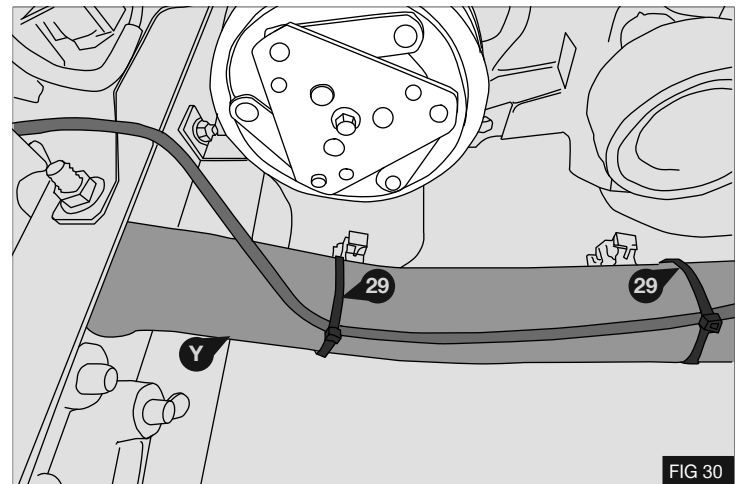

FIG 30
- Tubo de vacío (Y) repositonar y seguro con bridas (29) - Fig 30